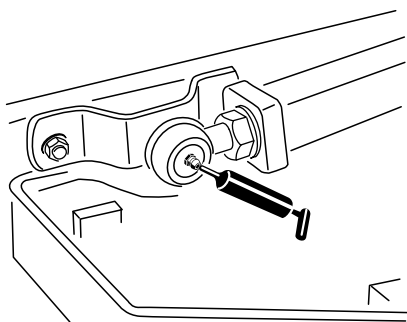

Figura 48
- 2 rótulas de los brazos de elevación (Figura 48)